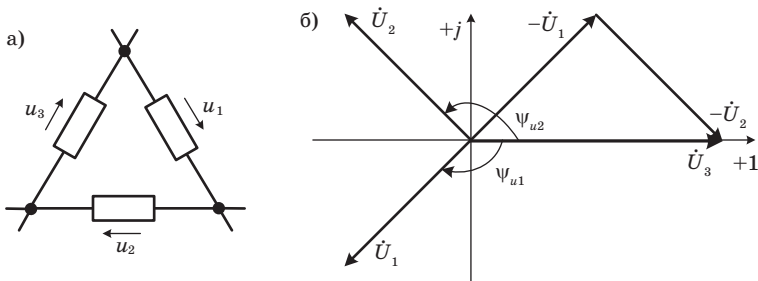

Рис. 2.4
**Пример 2.3.** Определить мгновенное, амплитудное и действующее значение напряжения  $u_3$  (рис. 2.4, а), если заданы  $U_{m1} = U_{m2} = 40\sqrt{2} \text{ В}$ ,  $\psi_{u1} = -135^\circ$ ,  $\psi_{u2} = 135^\circ$ . Построить векторную диаграмму напряжений.
На рис. 2.4, б строим векторную диаграмму напряжений, задавшись масштабом  $M_u$  [В/мм].